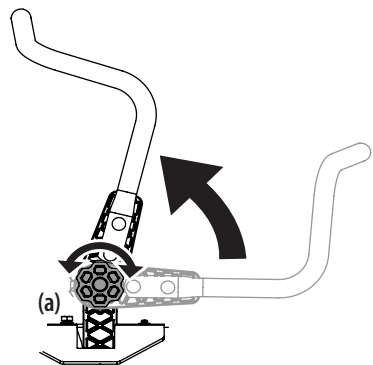

Figure 8
1. Tournez le bouton (a) en sens inverse des aiguilles d'une montre pour le desserrer (a). Consultez la Figure 8.
3. Tournez le bouton dans le sens des aiguilles d'une montre pour sécuriser le levier de commande de transmission des barres de conduite en position. Consultez la Figure 8.